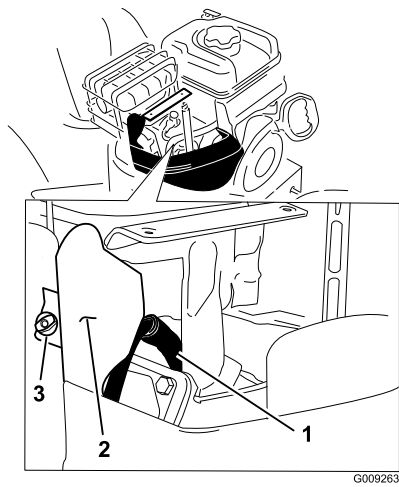

Figure 56
- Enlevez la vis à oreilles du support et le support (Figure 56).
5. Nettoyez la surface autour de la base de la bougie (Figure 56).